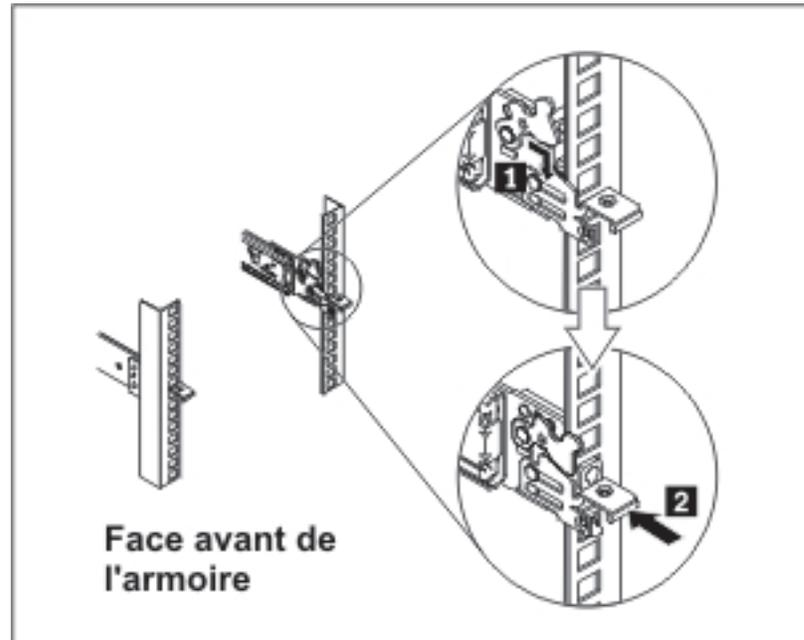

Figure 8. Installer l'avant des glissières
3. Installez l'arrière des glissières en procédant comme indiqué dans la figure 8, à la page 19.
- a. Tirez la glissière vers l'avant et insérez les deux goupilles **1** situées à l'avant de la glissière dans les deux trous inférieurs de l'emplacement (U) situé à l'avant de l'armoire.